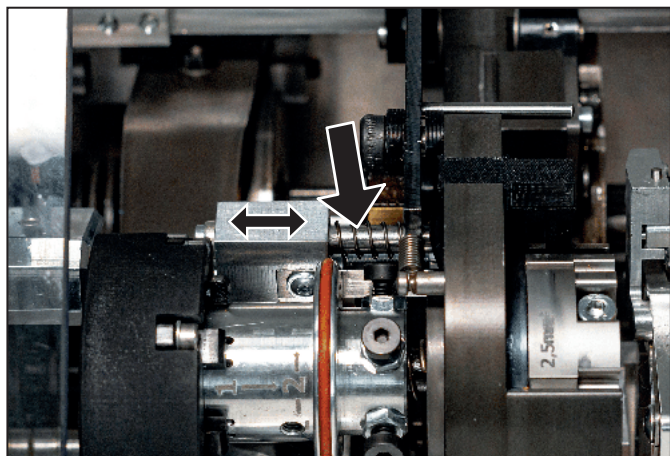

Imagen 7.5 Puntos de lubricación del portacuchillas
- Mueva un poco el portacuchillas hacia la derecha, véase Imagen 7.5.